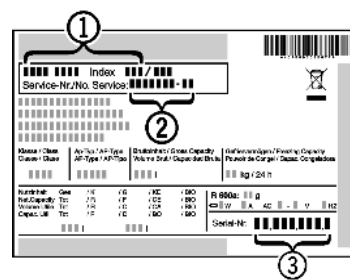

Fig. 14
- ▶ Наименование устройства *Fig. 14 (1)*, сервисный № *Fig. 14 (2)* и серийный № *Fig. 14 (3)* считайте с заводской таблички. Заводская табличка находится внутри устройства слева.
- ▶ Обратитесь в сервисную службу и сообщите вид неисправности, наименование устройства *Fig. 14 (1)*, сервисный № *Fig. 14 (2)* и серийный № *Fig. 14 (3)*.